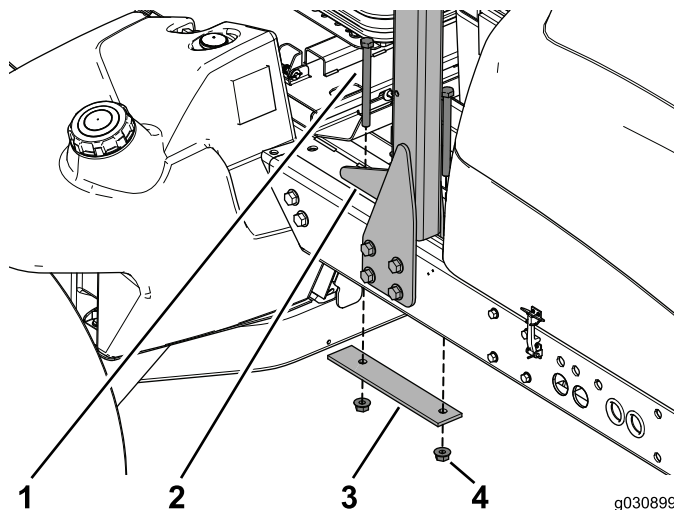

図 2
3. ROPSをフレーム上部に固定しているボルト2本、補強プレート、フランジナットを外す。捨てないこと 図 2。